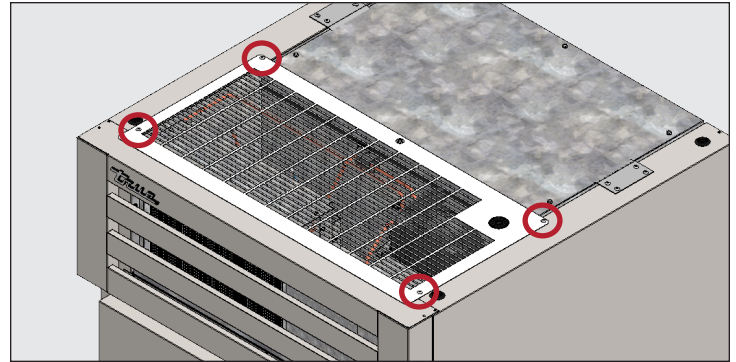

Abb. 1. Orte der Schrauben der oberen Abdeckung.
2. Entfernen Sie die Schrauben des oberen Gitters. Siehe Abb. 1.